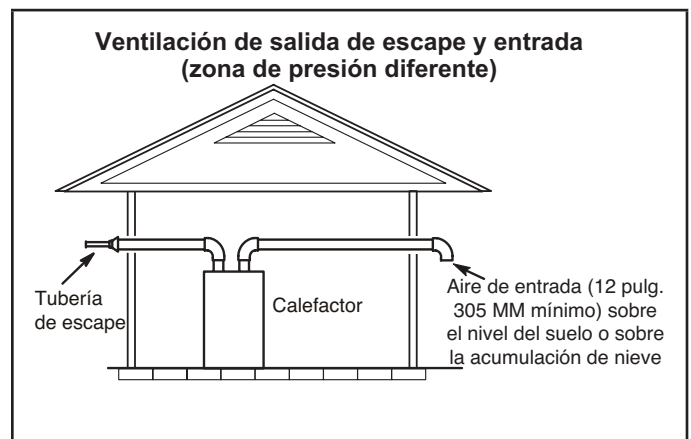
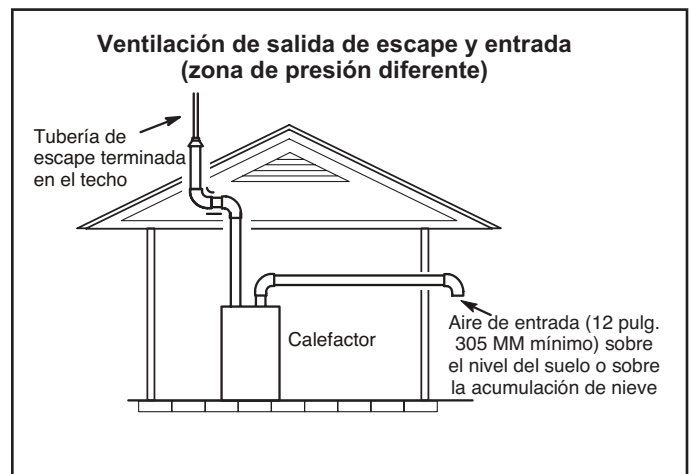

FIGURA 32
FIGURA 33
- 1 - Las terminaciones de entrada y de escape no tienen que estar en la misma zona de presión. Usted puede sacar la entrada en un lado de la estructura y el escape en el otro lado (FIGURA 32). Usted puede sacar el escape por el techo y la entrada por el costado de la estructura (FIGURA 33).